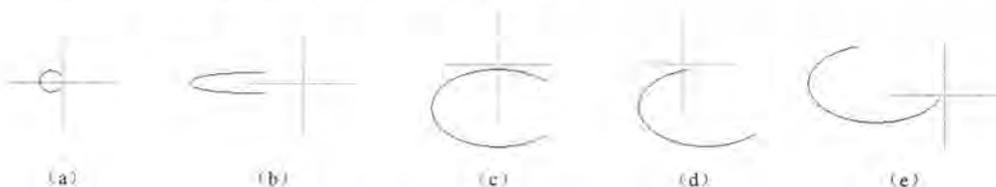

图 3-110 椭圆弧的绘制
中的绘制椭圆弧按钮，光标变为“十”字形状。移动光标到合适的位置，单击鼠标左键确定椭圆弧的中心，如图 3-110 (a) 所示。
- [2] 拖动光标沿 X 轴方向移动，第二次单击鼠标左键确定椭圆弧的长轴，如图 3-110 (b) 所示。
- [3] 之后沿 Y 轴拖动光标，第三次单击鼠标左键确定椭圆弧的短轴，如图 3-110 (c) 所示。这时，光标会自动移到椭圆弧的起始角处，移动光标可以改变椭圆弧的起始角度。
- [4] 单击鼠标左键确定椭圆弧的起始角度，如图 3-110 (d) 所示，此时光标自动移到椭圆弧的终止角处。
- [5] 单击鼠标左键确定椭圆弧的终止角度，完成了椭圆弧的绘制，如图 3-110 (e) 所示。单击鼠标右键或按 **Esc** 键可退出绘制状态。